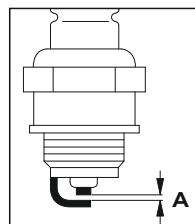

Рис. 69
- Очистите загрязненную свечу зажигания (рис. 69).
- Проверить расстояние между электродами (рис. 69, поз. А) и, если необходимо, отрегулировать, значение расстояния – см. раздел «Технические характеристики».